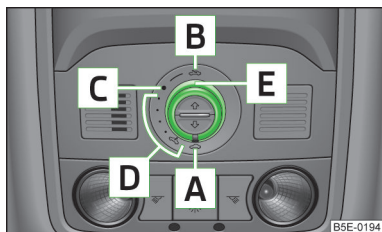
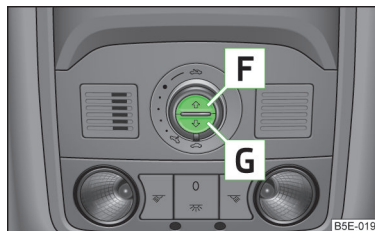

Fig. 26
Fig. 27
- Si par ex. la batterie a été débranchée et rebranchée, il se peut que le toit ouvrant coulissant/relevable ne fonctionne plus. Remplacez ensuite le sélecteur en position  » fig. 26 à la page 48, tirez-le et maintenez-le au niveau de l'encoche vers le bas et l'avant. Le toit ouvrant coulissant/relevable s'ouvre et se referme au bout de 10 secondes environ. Relâcher le sélecteur seulement après.
- Si par ex. la batterie a été débranchée et rebranchée, il se peut que le store pare-soleil ne fonctionne plus. Tourner alors l'interrupteur sur la position  » fig. 26 à la page 48, et maintenir la touche  » fig. 27 à la page 48 enfoncée. Le store pare-soleil s'ouvre et se referme au bout de 10 secondes environ. Relâcher le sélecteur seulement après.
➤ Faites tourner le sélecteur sur la position **C** » fig. 26.
➤ Faites tourner le sélecteur sur la position **A** » fig. 26.
Les touches permettent de fermer et ouvrir le store pare-soleil » fig. 27.
➤ Pour une ouverture complète, appuyez brièvement sur la touche **F** » fig. 27.
➤ Pour une fermeture complète, appuyez brièvement sur la touche **G** » fig. 27.